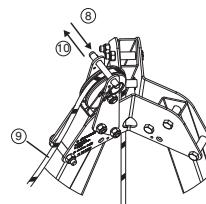

Fig. 10
8. Retirer la broche à bille se trouvant au dessus de la pouille de renvoi en haut du trépied TRACPODETM (fig.10, 8).
9. Passer la drisse de l'appareil DEROPETM autour de la pouille de renvoi (fig.10, 9).
10. Remettre en place la broche à bille afin d'empêcher la drisse de sortir de la pouille de renvoi (fig. 10, 10).